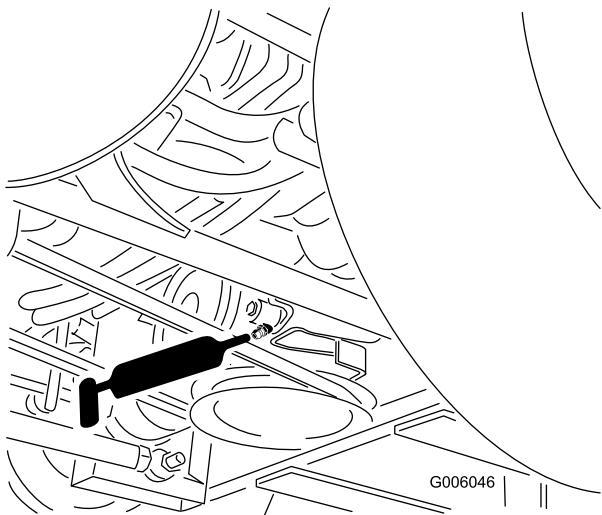

Figura 31
6. Engrase el brazo tensor de la correa de transmisión de la PTO (Figura 31).